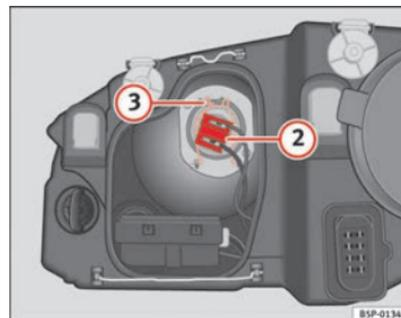

Fig. 167 Anabbaglianti
- Estrarre il connettore ⇒ pag. 270, fig. 167 ② della lampada.
- Sganciare la molla di ritegno ⇒ pag. 270, fig. 167 ③ premendo verso l'interno e a destra.